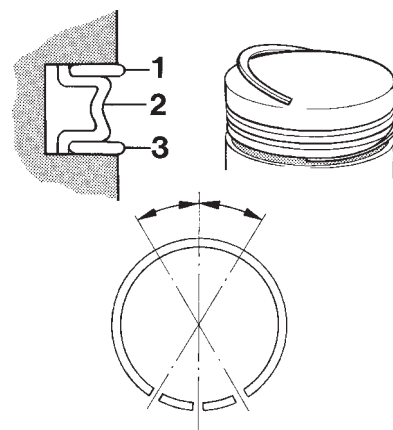

Fig. 52 Pose de segment racleur d'huile (MD2040)
MD2040 : Placer le ressort d'expansion (2, figure 52, page 40) dans les racleurs d'huile, dans la gorge de segment. Vérifier les extrémités du ressort d'expansion qui ne doivent pas se chevaucher. Positionner le racleur supérieur (1) sur le ressort d'expansion. Introduire l'une des extrémités du segment dans la gorge et le maintenir en place avec le pouce. Enfoncer le segment en place avec l'autre pouce.
Vérifier que les segments se déplacent librement dans les deux sens et que les extrémités du ressort d'expansion sont correctement positionnées sur les racleurs (figure 52).
MD2040 : Vérifier que les extrémités du ressort d'expansion sont correctement positionnées sur les racleurs (figure 52).